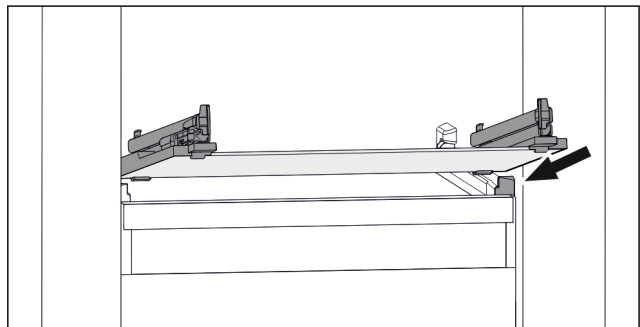

Fig. 159 Приблизне відображення скляної пластини
- ▶ Встановити скляну пластину за стопорами навкосою. (див. Fig. 159)